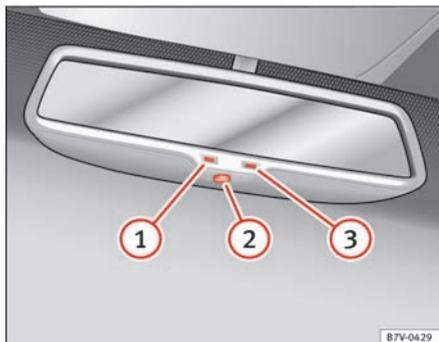

Abb. 79 Automatisch abblendender Innenspiegel.
Legende zur **Abb. 79**:
- ① Kontrollleuchte
- ② Schalter
- ③ Sensor zum Erkennen des Lichteinfalls
Die automatische Abblendung lässt sich mit dem Schalter am Innenspiegel ⇒ **Abb. 79** ② ein- oder ausschalten. Bei eingeschalteter automatischer Abblendung leuchtet die Kontrollleuchte ① auf.